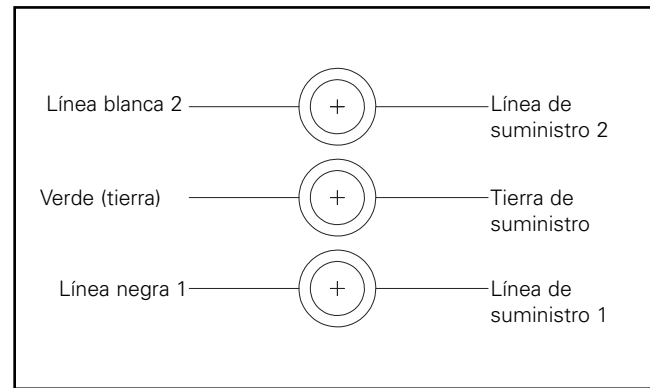

Figura 9.
**Nota:** Vea el diagrama de cableado para detalles adicionales. (Figura 9.)